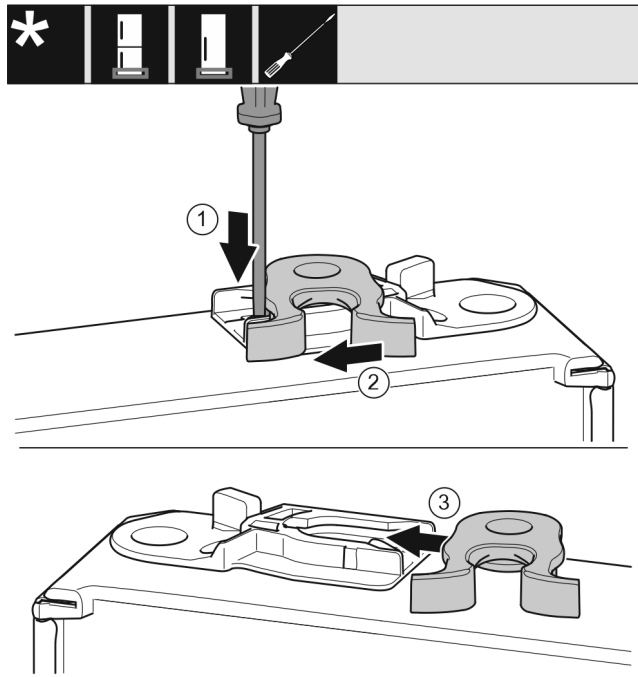

Fig. 21
- Nyomja le a fedőlemezt Fig. 21 (1) lapos csavarhúzóval.
- Húzza ki a záróhorgot Fig. 21 (2) a vezetősínből.
- Tolja be a záróhorgot Fig. 21 (3) a másik oldalon lévő vezetősínbe.